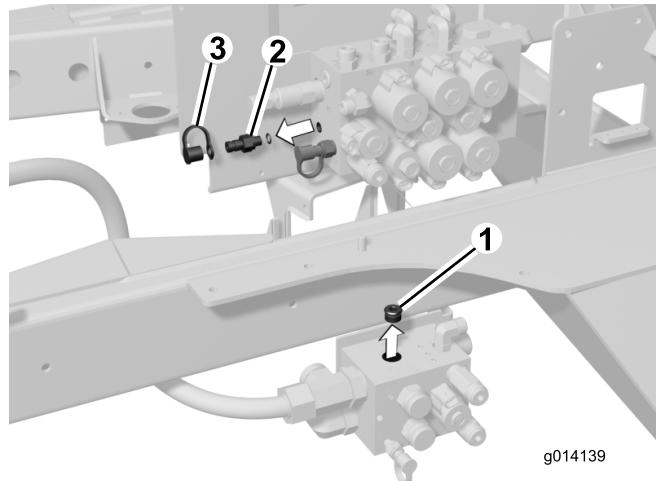

Figura 2
5. Retire el tapón del orificio superior del bloque colector de la toma de fuerza de la carcasa derecha (Figura 2).
6. Retire el punto de prueba (con el tapón guardapolvo) y la junta tórica del orificio G1 del bloque colector de elevación (Figura 2).